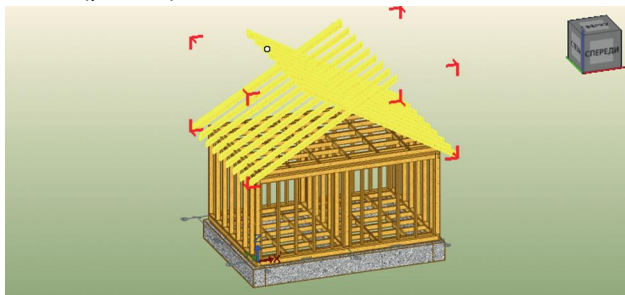

рис. 81
2. При помощи команды **Каркас/Крыша/Подрезать скаты**. Укажите построенные скаты (рис. 81).